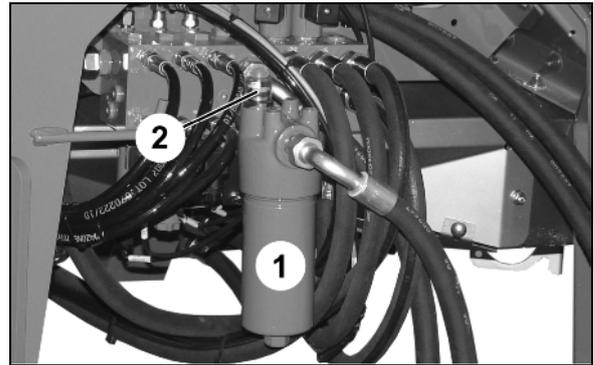

Fig. 27
5. Montez les roulettes avec frein manœuvrables (Fig. 27/) à l'avant
- o et bloquez-les avec la goupille (Fig. 27/1),